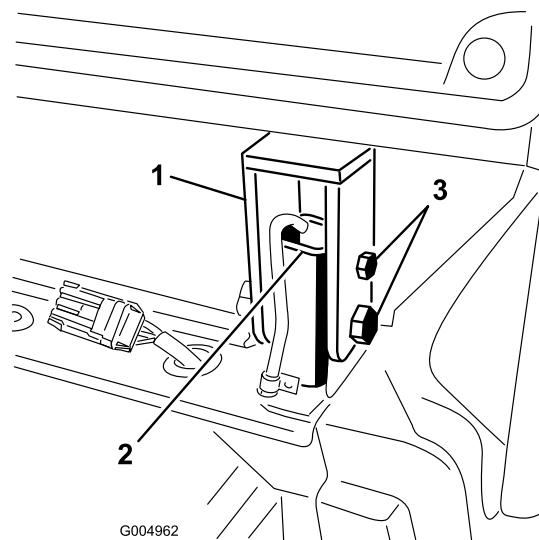

Bild 115
38. Ziehen Sie die Schrauben und Muttern an, mit denen die hinteren Kabinenhalterungen an den Überrollsitzstreben befestigt sind (Bild 115).